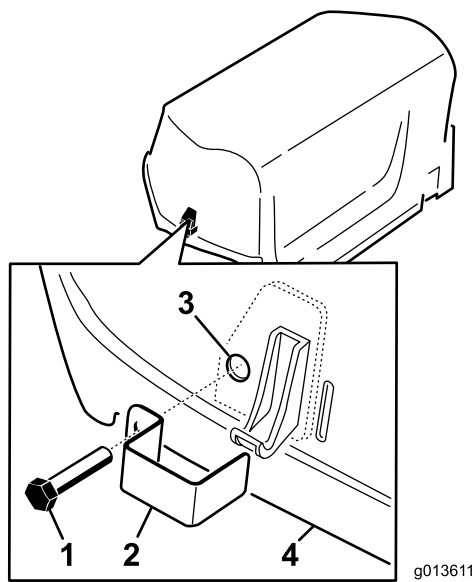

图 15
- 2. 用带头螺栓共 2 个将门锁盖安装到机罩门锁上图 15。